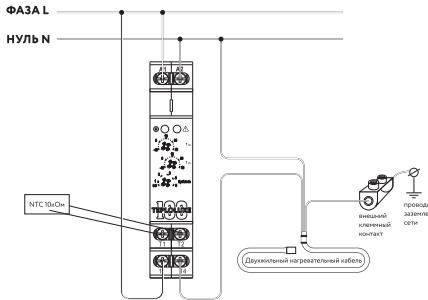

Рис. 4
Выход экранирующей оплетки (желто-зеленый провод) – к линии защитного заземления (PE) осуществляется через внешний клеммный контакт (не входит в комплект поставки) (рис. 4).